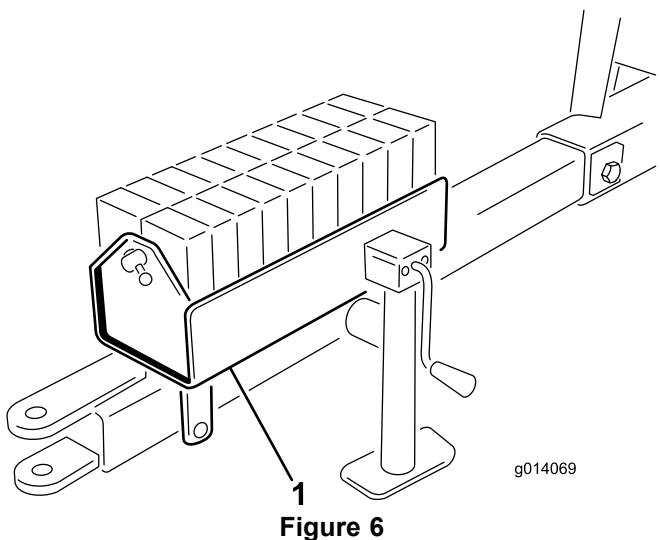

Figure 6
4. Montez et serrez le boîtier des masses sur la barre d'attelage au moyen de (2) boulons 1/2 x 5-1/2" et contre-écrous.
5. Placez les masses dans le boîtier et mettez en place la barre et la goupille (Figure 6).